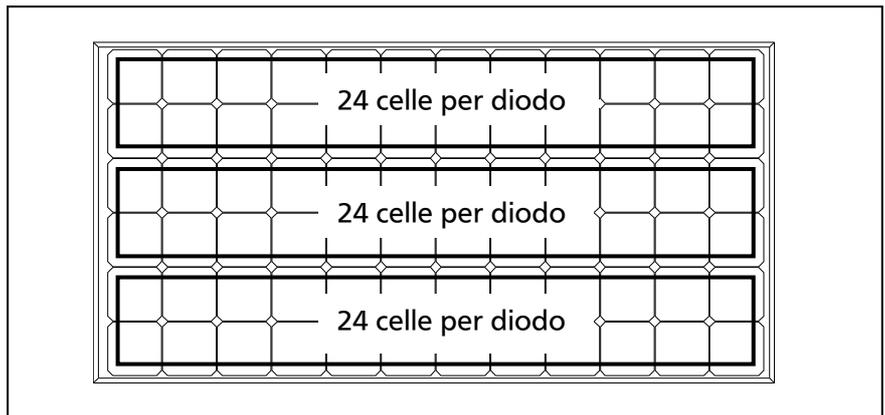

Figura 4: numero di celle in serie per ogni diodo di bypass
- Le specifiche dei diodi di bypass per la serie VBHNxxxSJ sono le seguenti: 3 diodi di bypass; 24 celle in serie per ogni diodo di bypass (vedere Figura 4).